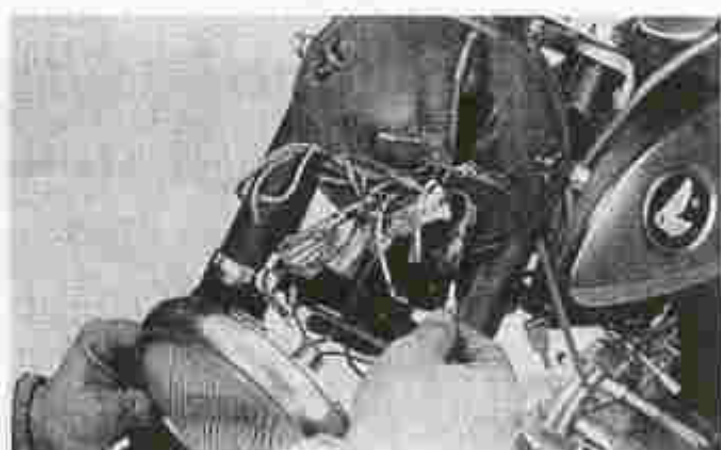

Fig. 84 Bedrading losnemen
- 3) Demonteer de reflector uit de koplamp en maak de nodige elektrische draden los bij de verbindingen. (Fig. 84).